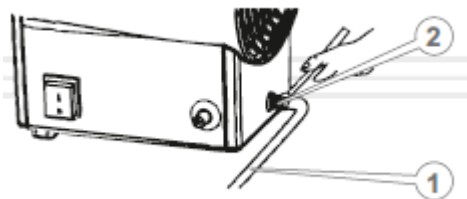

Рисунок 3
3. Перевірте цілісність газового шлангу (включений в комплект поставки обігрівача). Під'єднайте один кінець газового шлангу (1) до штуцера «Введення газу» (2) і надійно затягніть ключем гайку шлангу (див. рисунок 3).
2. Від'єднайте газовий шланг (1) від штуцера «Введення газу» (2) (див. рис. 3).